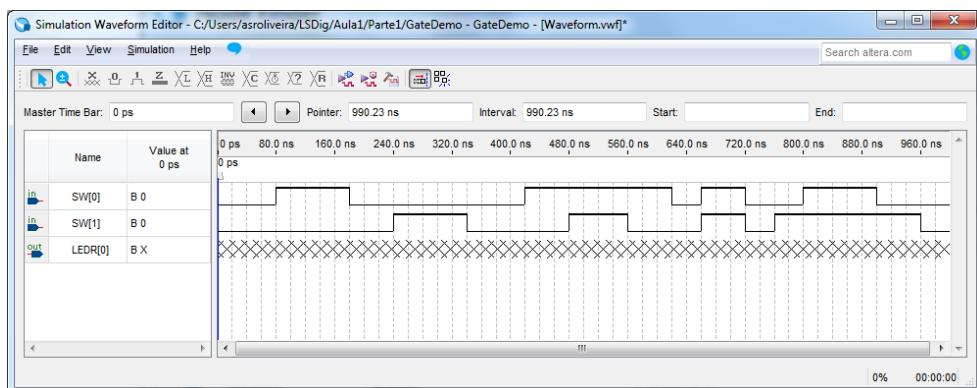

Figura 19 – Janela do simulador após a especificação das formas de onda dos sinais (vetores) de entrada.
12. Após premer “OK” poderá especificar os valores pretendidos para as entradas do circuito ao longo do tempo – o(s) valor(es) da(s) saída(s) será(ão) determinado(s) durante a simulação. Utilize para tal o rato, selecionando os troços do diagrama temporal do sinal pretendido com o valor lógico que deseja que ele assuma (Figura 19).